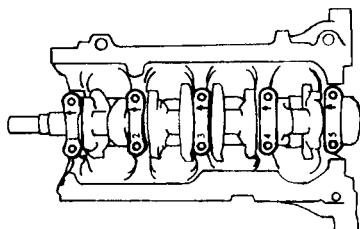

图2-9 曲轴主轴承盖上的编号、朝前记号
①轴瓦上的凸榫必须放入轴承盖上的缺口内, 上轴瓦的油孔必须与缸体上的曲轴油道相对准, 曲轴止推垫片上有油槽的一面必须朝外。
②扣上曲轴主轴承盖后, 盖上的编号顺序不得颠倒, 朝前记号应指向发动机前端(图2-9)。